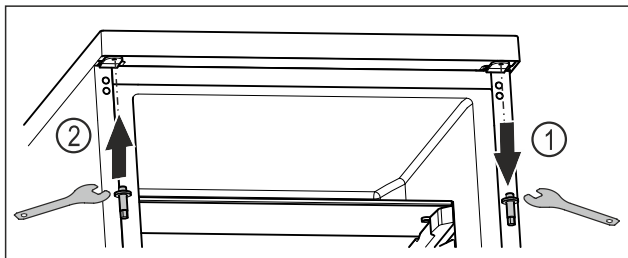

Fig. 15
- ▶ Отвийте горния болт с външен шесткантов ключ. *Fig. 15 (1)*
- ▶ Затегнете болта от другата страна с помощта на външния шесткантов ключ. *Fig. 15 (2)*